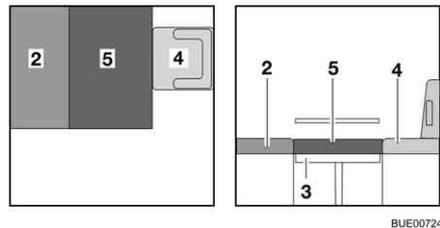

Fig. 111 Après la transformation
- Placer le coussin supplémentaire (Fig. 111,5) sur la table.
- Le cas échéant, repousser le siège conducteur (Fig. 111,4).